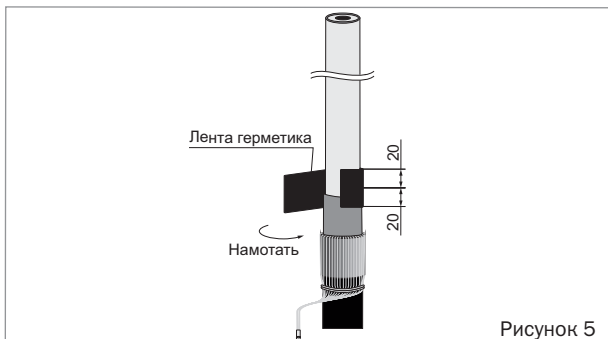

Рисунок 5
- Плотно намотать ленту герметика с заходом по 20 мм на ступень полупроводящего экрана и на поверхность полиэтиленовой изоляции, обжать рукой (рисунок 5).